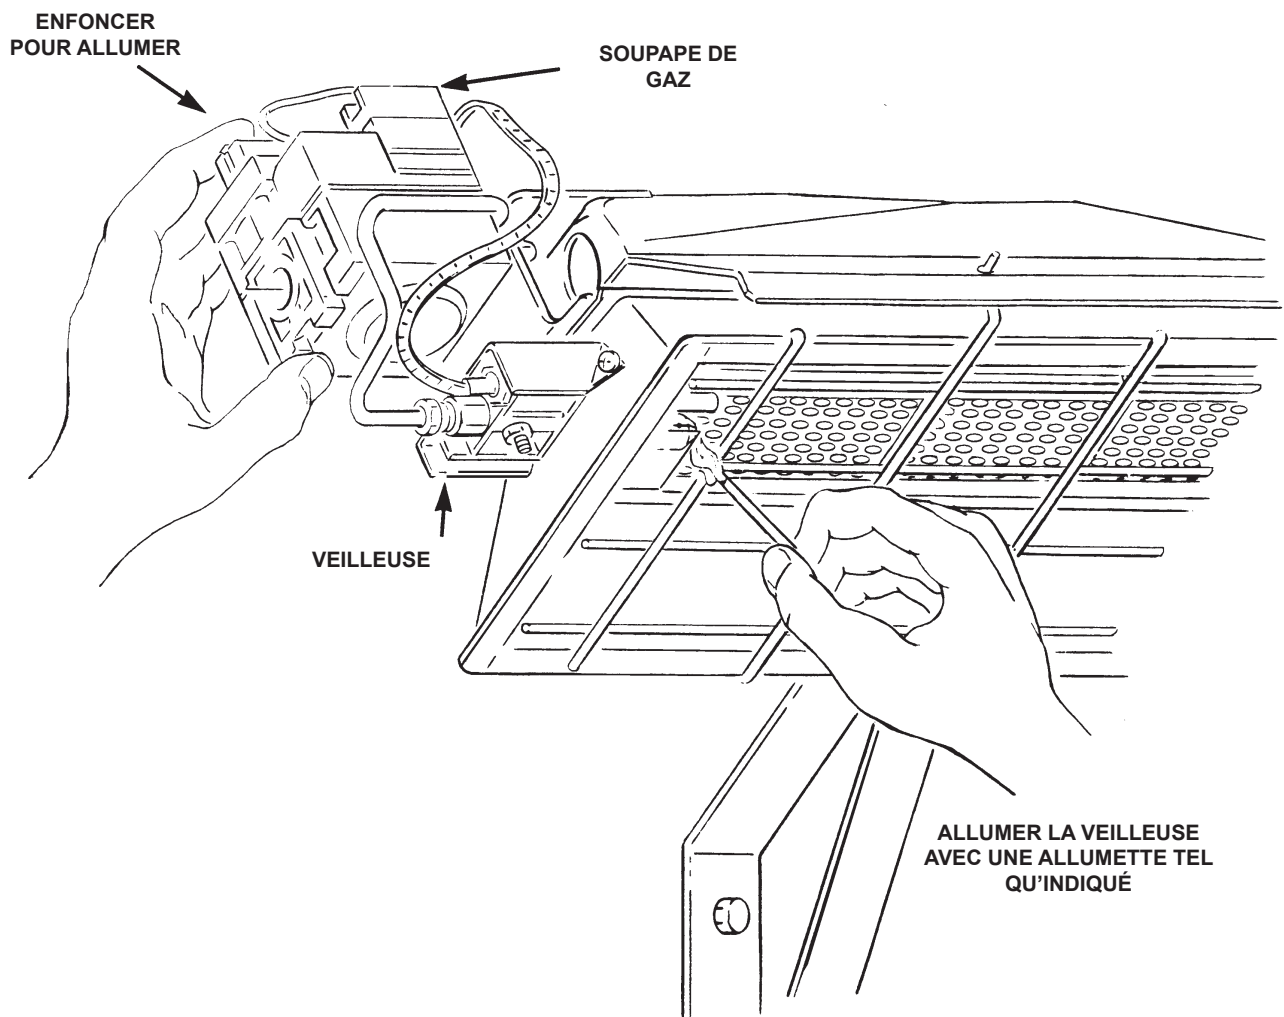

Figure 10. Allumage de la veilleuse
- F. Enfoncez le bouton de commande manuelle de gaz. Avec une allumette, allumez la veilleuse. Voir la figure 10. Tenez le bouton enfoncé pendant environ 30 secondes pour permettre à l'air présent dans les conduites de gaz de se rendre à la veilleuse et, une fois la veilleuse allumée, pour permettre au thermocouple de se réchauffer suffisamment pour ouvrir la soupape de sécurité.